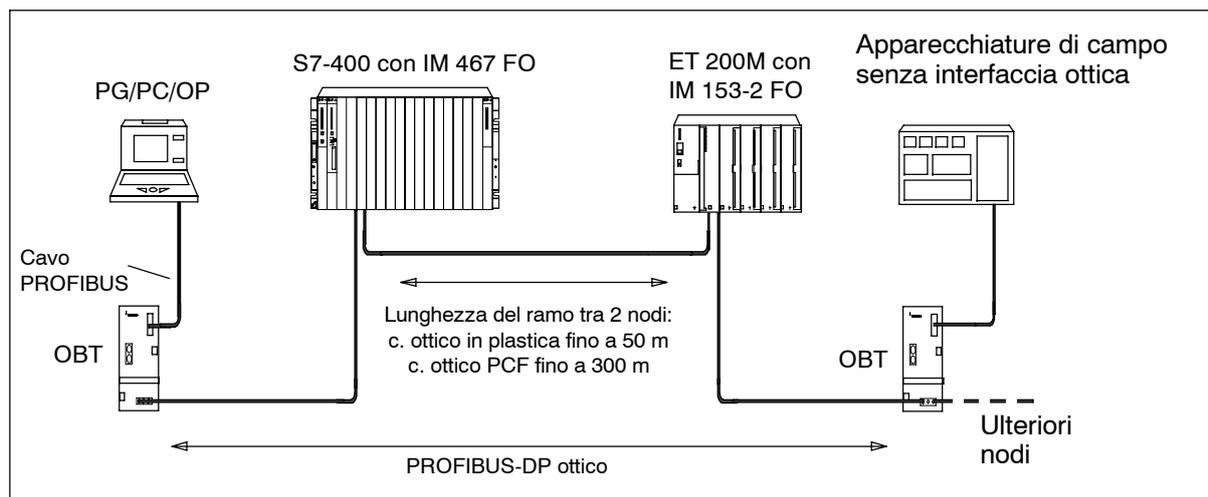

Figura 5-13 Rete PROFIBUS-DP ottica con nodi che dispongono di interfaccia ottica integrata
Tramite un PROFIBUS Optical Bus Terminal (OBT) (6GK1 500-3AA00) è possibile collegare alla rete PROFIBUS-DP ottica un singolo nodo PROFIBUS senza interfaccia ottica (ad esempio, un dispositivo di programmazione (PG) o apparecchiature di servizio e supervisione (OP), vedi figura 5-13).